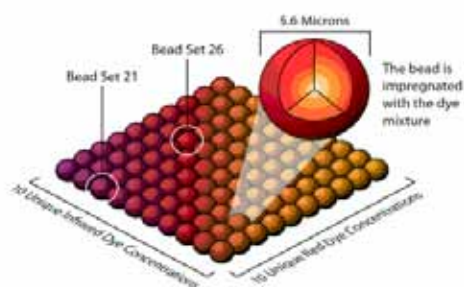

图2 100种经荧光编码的微球
1. 编码微球：分别用不同配比的红色和橙色两种荧光染料(这两种染料各有10种不同区分)将直径5.6μm的聚苯乙烯微球（beads）染成不同的荧光色（图2），从而获得多达100种经荧光编码的微球（最新的FLEXMAP 3D可